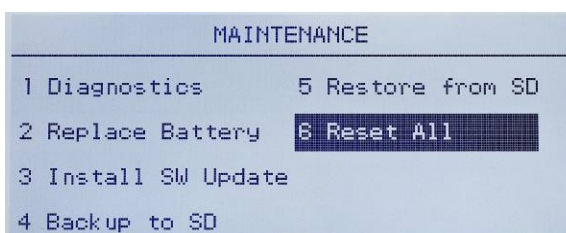

Figure 3-30 : Réinitialisation de tous les blocs de configuration
- Sélectionnez **Tout réinitialiser** sous Maintenance (Figure 3-30) afin de restaurer tous les paramètres de configuration sur ceux d'usine par défaut. Veuillez noter que ni cette opération ni celle de réinitialisation de la bascule ne comprennent la réinitialisation des données de type, de capacité, d'incrément ou d'étalonnage. Seule la Réinitialisation générale réinitialisera ces paramètres sur les valeurs usine par défaut. Une Réinitialisation générale ne doit être réalisée que par un technicien de maintenance dûment formée de METTLER TOLEDO.